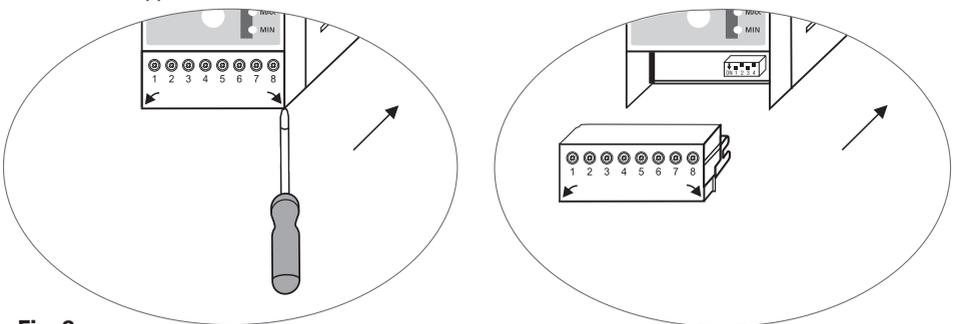

Fig. 6
- Retirer les borniers supérieur et inférieur **Fig. 6**